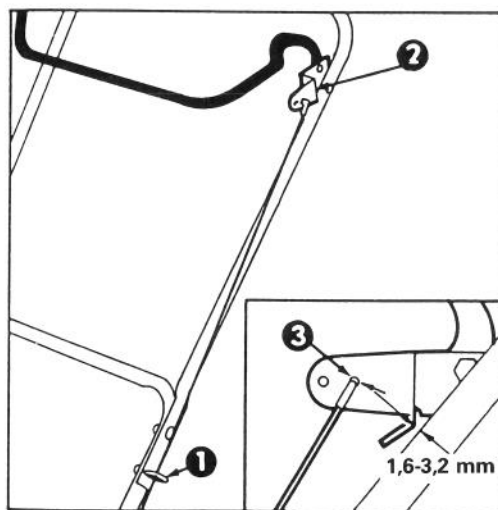

Fig. 9
REGOLAZIONE DELLA LEVA DI COMANDO (Fig. 9 e 10)
2. **CONTROLLO DELLA REGOLAZIONE (Fig. 9)** — Spostate la barra di comando all'indietro verso la stegola fino a che il cavo sia ben teso. La distanza fra la squadretta della leva di comando e la stegola deve essere di circa 1,6-3,2 mm. Se il cavo è troppo lasco o troppo teso, eseguite le istruzioni elencate al punto 3 per regolarlo.